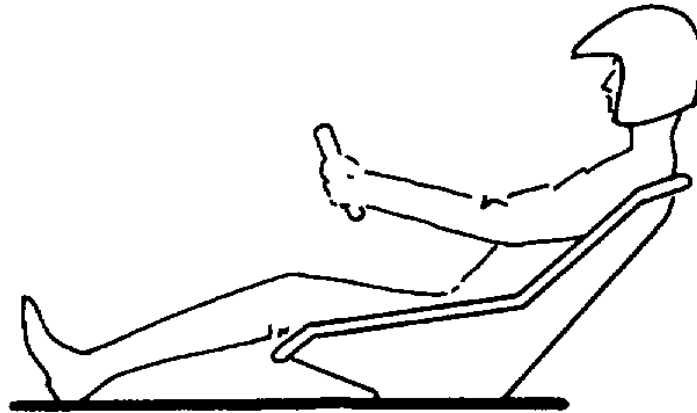

Fig. 2. Helt golv under föraren.
- Fordon ska undertill vara försedd med ett helt golv som täcker förarens ben och förarstol underifrån. Stålplåt minimum 2 mm tjocklek, aluminium minimum 3 mm tjocklek (Se fig. 2). Golvet ska vara skruvat i chassiet.